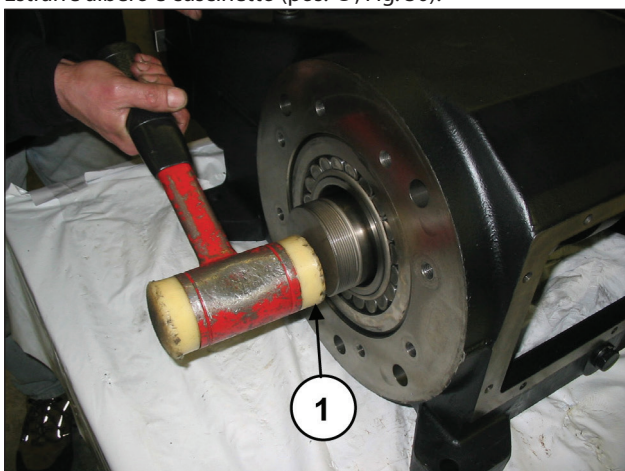

Fig. 29
Sfilare l'albero a gomiti con l'ausilio di una massa battente dal lato PTO (pos. ①, Fig. 29).